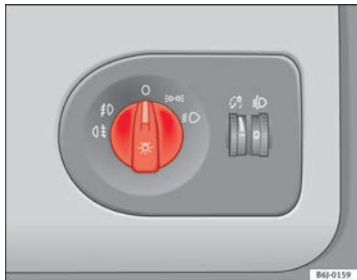

Fig. 54 Détail de la planche de bord : commande des feux, des projecteurs antibrouillard et du feu arrière de brouillard
- Tournez la commande d'éclairage ⇒ fig. 54 en position 0.5.